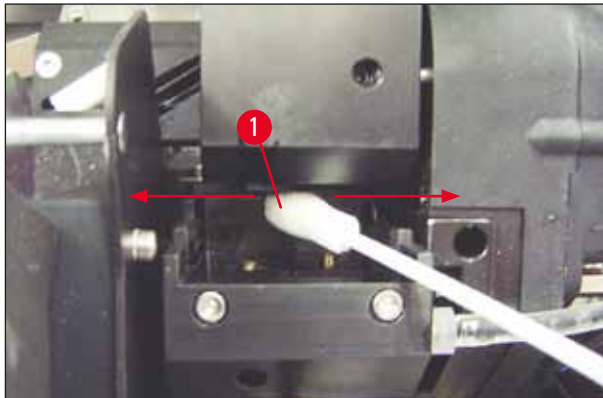

Fig. 54
5. För försiktigt in topsen i utrymmet under skriverhuvudet (→ "Fig. 54"). Tryck försiktigt uppåt (på skriverhuvudet) och rör sedan skumgummitopsen fram och tillbaka (cirka 10 gånger). På det här viset avlägsnar du intorkade bläckrester.